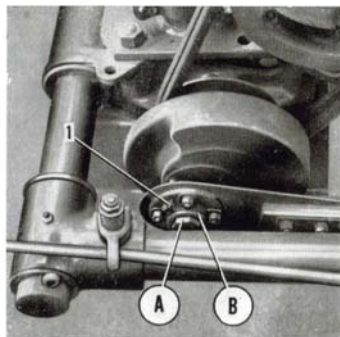

Fig. 25
— Côté plateau manivelle, dévisser la vis chapeau (A, fig. 25) et enlever la rondelle (B).
Nota : La vis chapeau de fixation de la bielle a un filetage à gauche. S'assurer au remontage que le graisseur (1, fig. 25) est bien placé en arrière, c'est-à-dire opposé à la poulie.